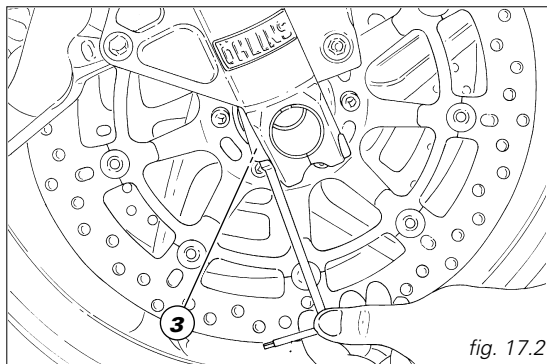

fig. 17.2
- 3) (fig. 17.2) para modificar el freno hidráulico en compresión.